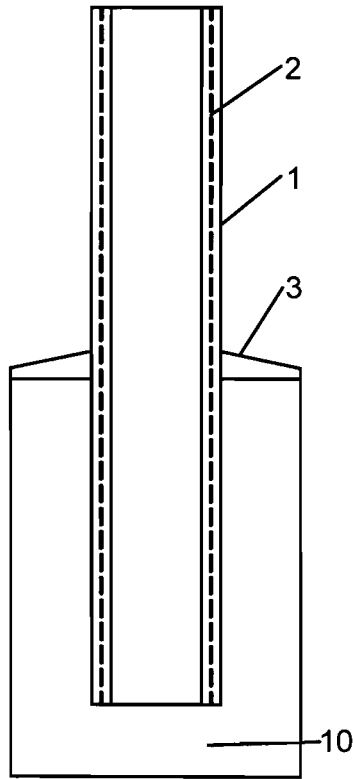

Fig. 2
-se taie stalpul din beton armat 1 (Fig. 2) la lungimea de incastrare in stalpul tubular, stabilita;